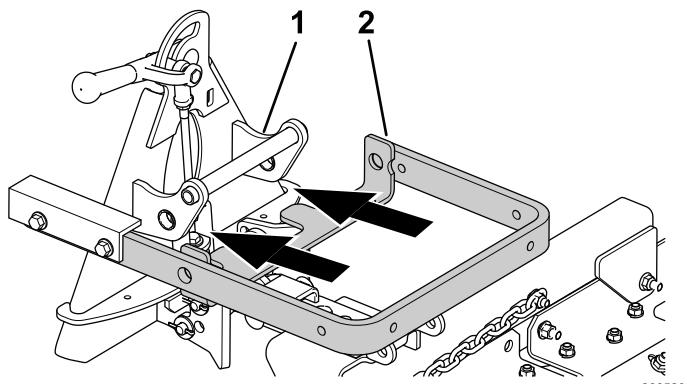
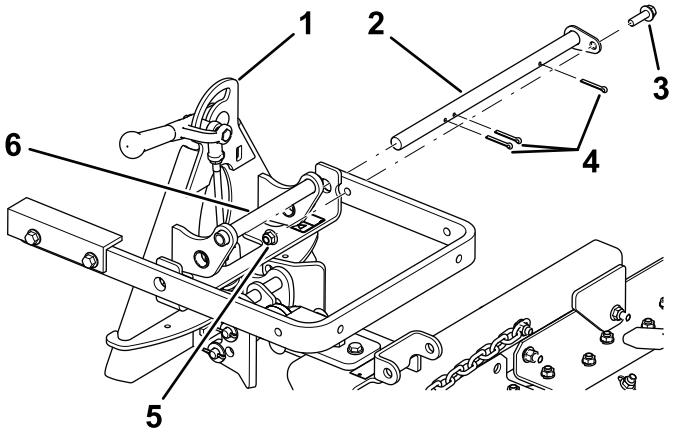

Figura 4
Figura 5
2. Alinee el brazo de elevación con el soporte del adaptador de accesorios (Figura 4) y conéctelos usando la barra de giro, según se muestra en Figura 5.
Nota: Para desplazar el adaptador de accesorios, utilice el asa de la parte trasera del adaptador (Figura 4).
3. Fije la barra de giro (**Figura 5**) con 3 pasadores de chaveta, un perno (3/8" x 1-1/4") y una contratuerca (3/8").